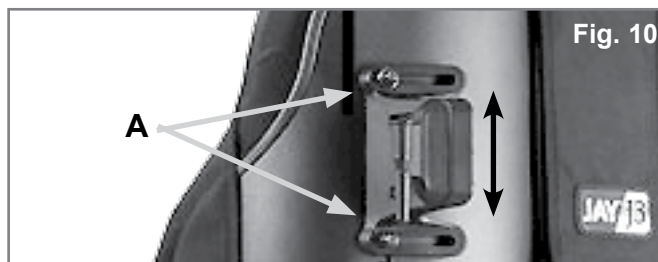

Fig. 10
1. Aanpassing hoogte (Fig. 10)
- Maak de bout los (A) en pas de hoogte van de rugplaat aan op de gewenste positie.
- Draai de bout (A) nu stevig vast. De aanbevolen draaikracht is volgens de specificatie 75 - 85 in-lbs. (8,5 - 9,3 Nm).